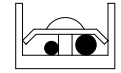

Fig. 7
- (b) Lors de la connexion de câbles de même diamètre, effectuez la connexion comme montré dans la figure 7.